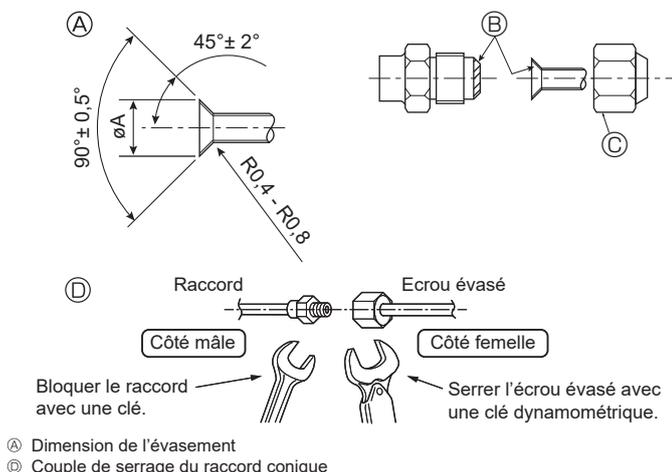

Fig. 4-6
Ⓐ (Fig. 4-6)
Ⓑ (Fig. 4-6)
4.4. Connexion des tuyaux (Fig. 4-6)